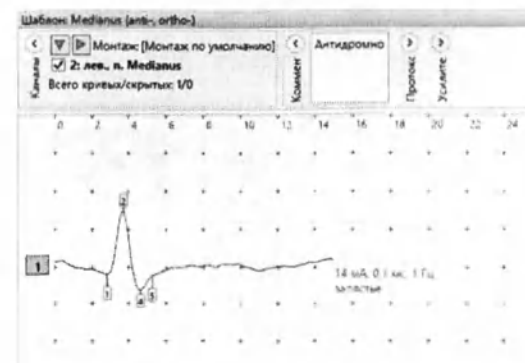

Рис. 26. Зарегистрированный ответ
10. Сохраните зарегистрированный ответ, нажав кнопку «ОК» (рис. 26).